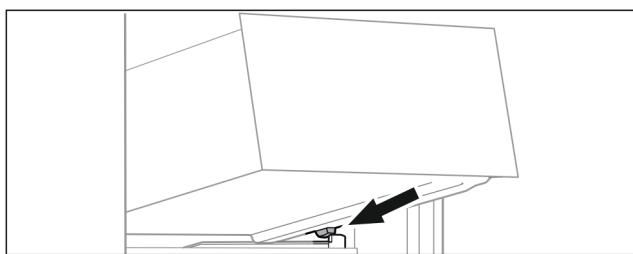

Fig. 85
- Stavite ladicu ukoso iza zaustavljača na žlijeb spremnika. (pogledajte Fig. 85)